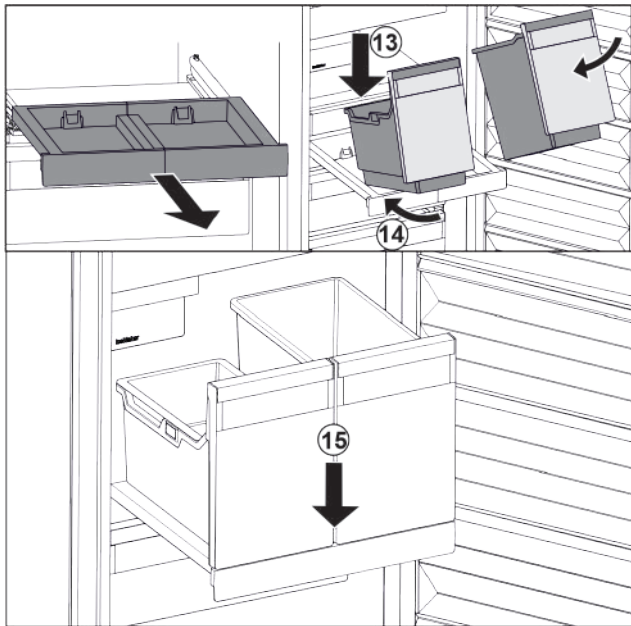

Fig. 31
- ▶ Встановити резервуар на витяжну панель навкося. Fig. 31 (13)
- ▶ Насунути резервуар навкося до задку. Fig. 31 (14)
- ▶ Резервуар опустити спереду. Fig. 31 (15)